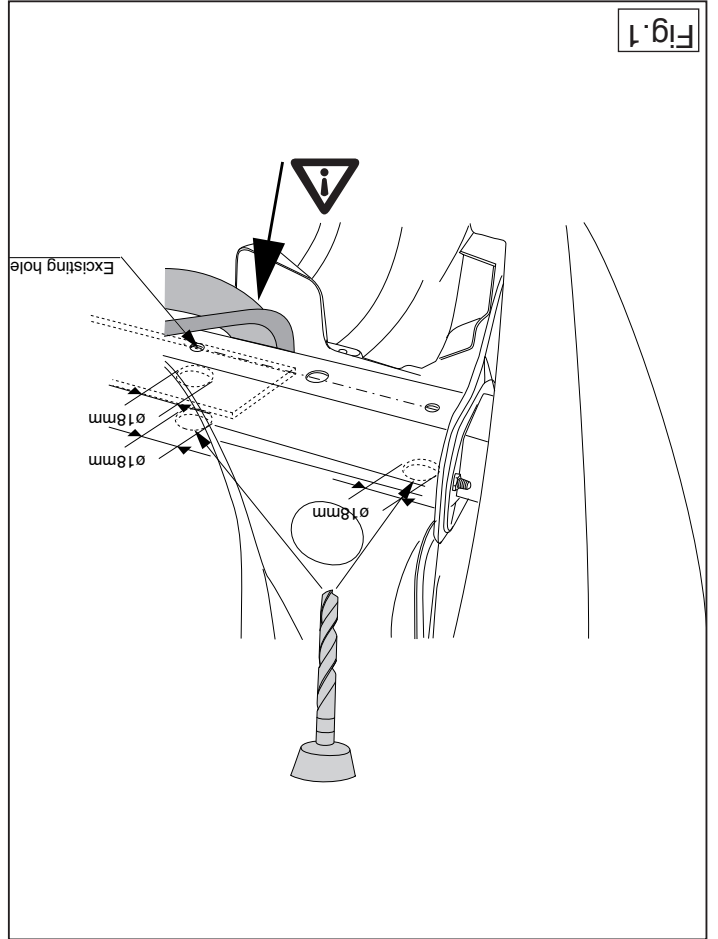

Fig.1
7. Die Löcher A und B im Kofferraum bis auf etwa 18 mm vergrößern. Siehe Abbildung 1.
7. Увеличить отверстие A и B в багажном отсеке до диаметра 11 мм. См. рисунок 1.